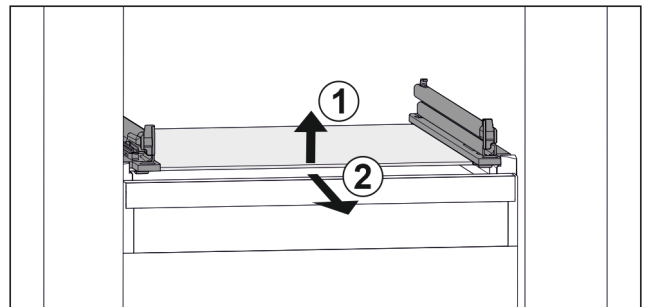

Fig. 94 Reprezentare exemplificativă a plăcii de sticlă
- ▶ Ridicați placa de sticlă din față. Fig. 94 (1)
- ▶ Extrageți placa de sticlă spre înainte. Fig. 94 (2)